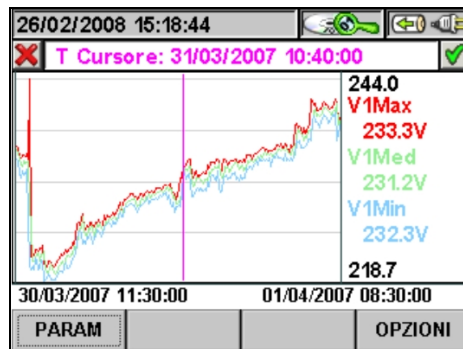

Fig. 142: Grafico Registrazione
- Il tasto **ENTER** (o la smart icon  a display) confermano la scelta effettuata precedentemente e visualizzano il grafico del parametro scelto (Fig. 142).